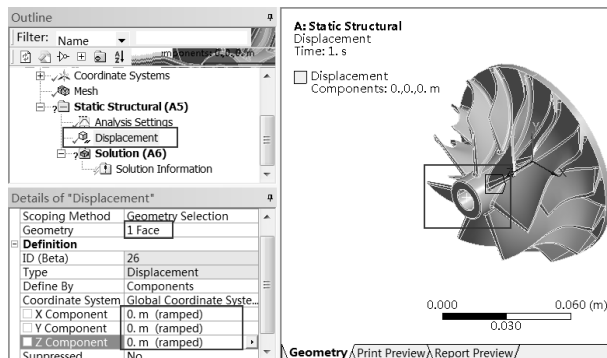

图 5-103 施加位移约束
Step3：选择 Displacement 选项，选择需要施加固定约束的面，单击 Details of “Displacement”（参数列表）中 Geometry 选项下的 **Apply** 按钮，即可在选中面上施加位移约束，如图 5-103 所示，同时在 X Component、Y Component、Z Component 三栏中分别输入 0，其余采用默认。